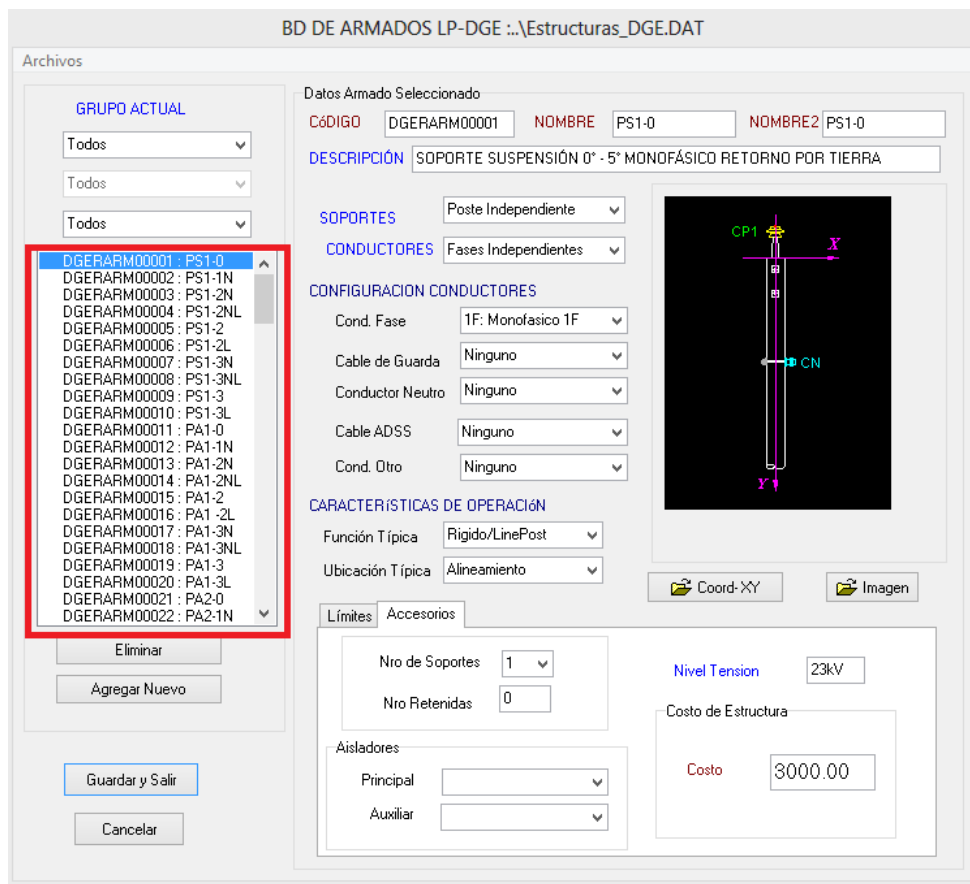

Fig. 12.1.12
- Podrá observar que se han cargado todos los elementos de la plantilla de Excel de forma automática (Ver Fig.12.1.12).